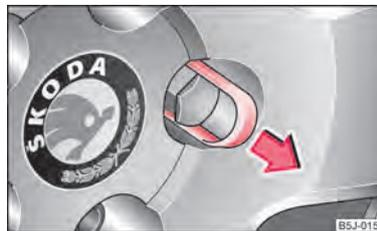

Fig. 136 : Retirar la caperuza cobertera del tornillo de rueda
- Retire el capuchón con la **grapa de plástico** ⇒ fig. 136.